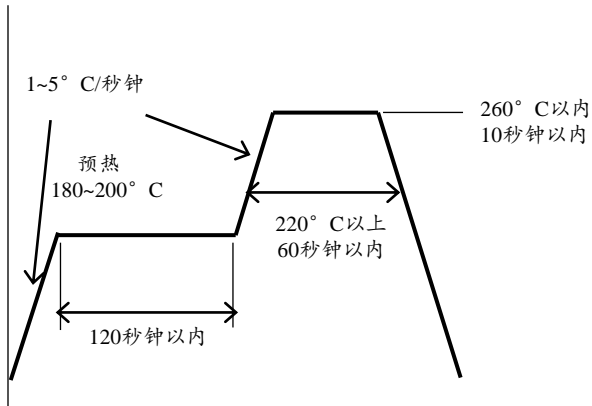

图8. 回流焊条件
- 关于回流焊温度曲线，应该在参考图8的基础上，根据使用焊膏所推荐温度曲线进行设定。